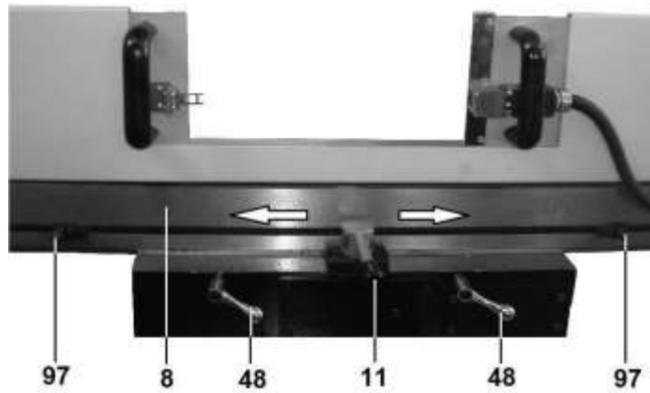
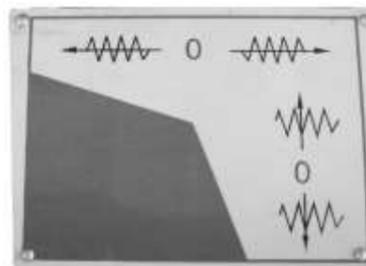
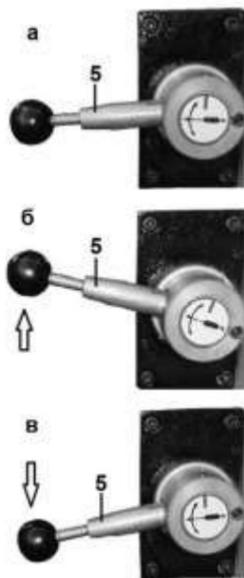

Рис. 30
Рис. 31
Рис. 33
10.4.1. Перед включением автоподачи, зажимными винтами (48) ослабьте фиксированное положение рабочего стола (8), установите ограничители автоматической подачи рабочего стола (97) в нужной позиции (Рис. 30).
10.4.2. Ручку автоматической подачи продольного перемещения рабочего стола (11) (Рис. 30) имеет 3 позиции: «влево», «стоп», «вправо» установите в необходимое направление по схеме (Рис. 31).
10.5. Включение автоподачи поперечного перемещения рабочего стола, Рис. 33
ручку подачи поперечного перемещения стола (5) согласно нижней части схемы (Рис. 31) и выберите нужное вам направление (Рис. 33); для этого оттяните на себя рычаг ручки (5). Установите необходимое положение (а - нейтральное, б - «вверх» (вперед), в - «вниз» (назад)). Установив положение, отпустите рычаг ручки (5).
10.6.1. Для автоподачи стола ослабьте фиксатор (65) и опустите его вниз до срабатывания концевого выключателя (SQ) (Рис. 18б, 18в), установите ручки (5, 11) в нейтральное положение (Рис. 30, 33).
10.8.1. Ручками (36) Рис. 4, (48) Рис. 30 и (65) Рис. 18а ослабьте соответственно продольное, поперечное или вертикальные фиксированные положения рабочего стола (8). Ослабьте положение ограничителей (97), разведите и закрепите их по краям рабочего стола (8).